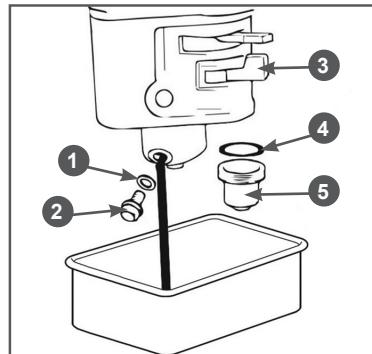

Рис. 28 Обслуживание карбюратора
1. Установите под карбюратор подходящую емкость (Рис. 28).
2. Установите рычаг топливного крана 3 в положение «ЗАКРЫТО» (Рис. 28).
3. Открутите болт 2 слива отверстия и спейте топливо из поплавковой камеры карбюратора в приготовленную для этого ёмкость (Рис. 28).
4. Открутите стакан отстойника 5, вылейте из него топливо в заранее подготовленную емкость (Рис. 28).